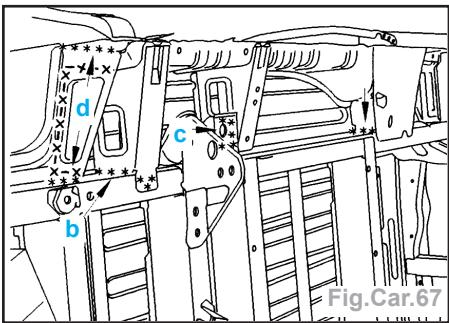

Fig.Car.67
- Dégrafer les lignes de points à l'aide d'une fraise de Ø 8mm (Fig.Car.67).